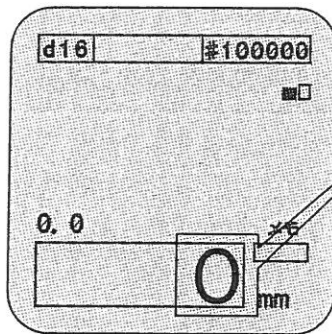

図2
- 続いて図2が表示されます。
- * 図2が表示されず、図3が表示される場合があります。